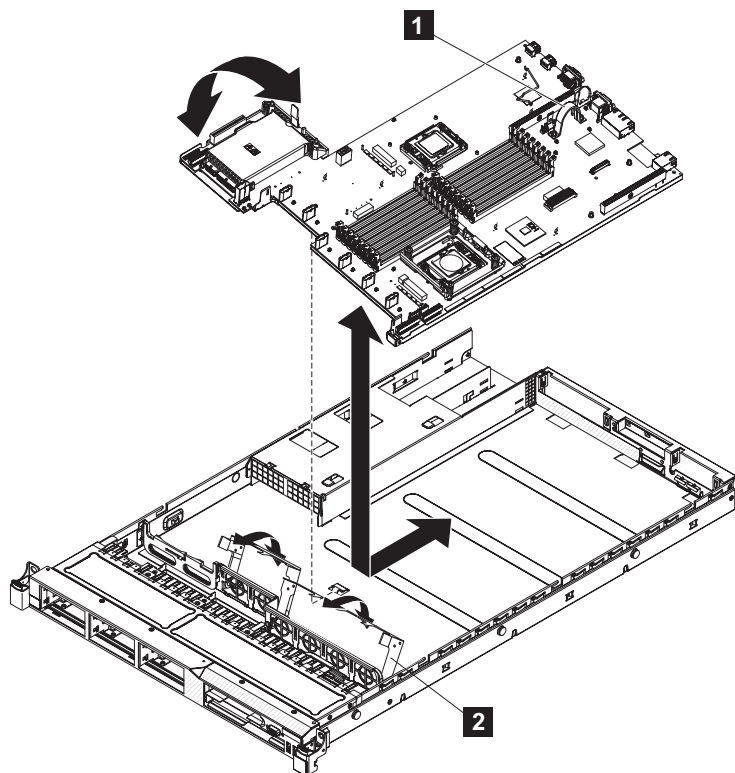

図 272. SAN ボリューム・コントローラー 2145-CG8 または 2145-CF8 システム・ボードの取り外しと交換
18. システム・ボード・ハンドル (図 272 の **1**) をつかみ、システム・ボードをスライドさせてノードの後部から離します。システム・ボードの電源機構ユニットに近い方の側面を少し持ち上げて、ロケータ・ピンから外します。次に、図 272 に示すように、システム・ボードをノードの左方に少しスライドさせます。